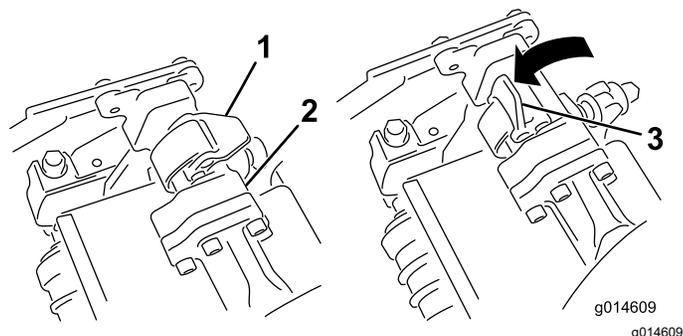
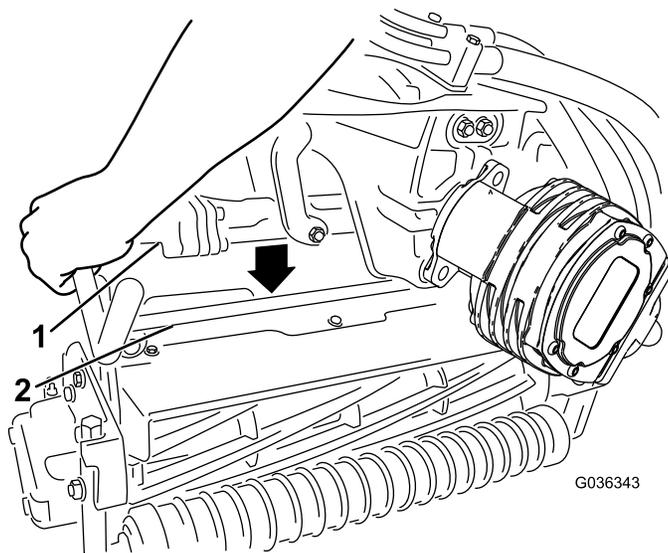

Рисунок 53
Рисунок 54
4. Когда защелки на штанге рычага подвески направлены вверх (т.е. открыты) (Рисунок 53), нажмите на рычаг подвески так, чтобы штанга села на поперечный стержень наверху режущего блока (Рисунок 54).
5. Опустите защелки и поверните вокруг стержня режущего блока и заблокируйте их (Рисунок 53).
5. Откройте защелки на штанге рычага подвески режущего блока, который необходимо снять (Рисунок 53).